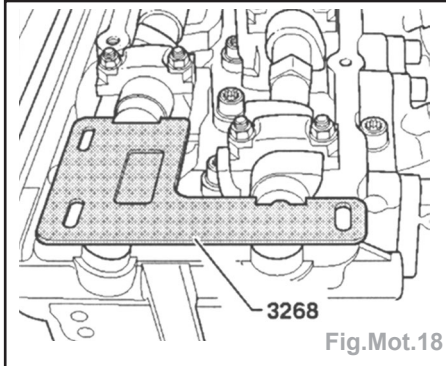

Fig.Mot.18
- Engager l'outil 3268 dans la rainure des ACT pour les positionner (Fig.Mot.18).